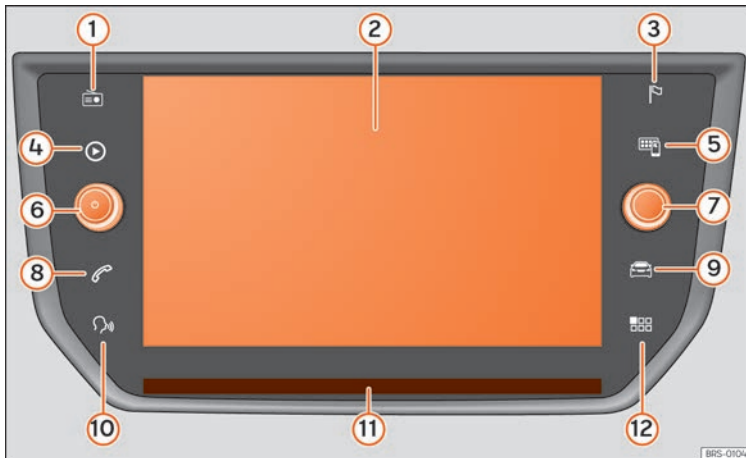

Fig.174 Vue d'ensemble des éléments de commande (cette configuration dépend de la version).
Les entrées des listes peuvent être activées en appuyant directement sur l'écran ou sur le bouton de réglage » » fig. 173 (10), » » fig. 174 (7).